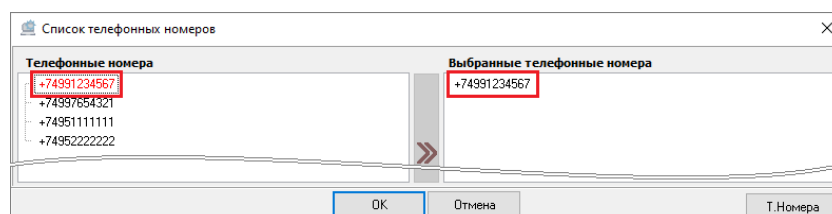

Рисунок 6-177 Выбранный телефонный номер
В поле **«Телефонные номера»** отображаются телефонные номера, выбор которых определяет состав телефонных номеров абонента. При этом для телефонных номеров, выбранных для абонента, применяется маркировка **красным шрифтом** (см. Рисунок 6-177).
- в окне «Список телефонных номеров» дважды щелкните левой клавишей мыши по телефонному номеру в поле «Телефонные номера». Телефонный номер будет добавлен в поле «Выбранные телефонные номера (см. Рисунок 6-177);